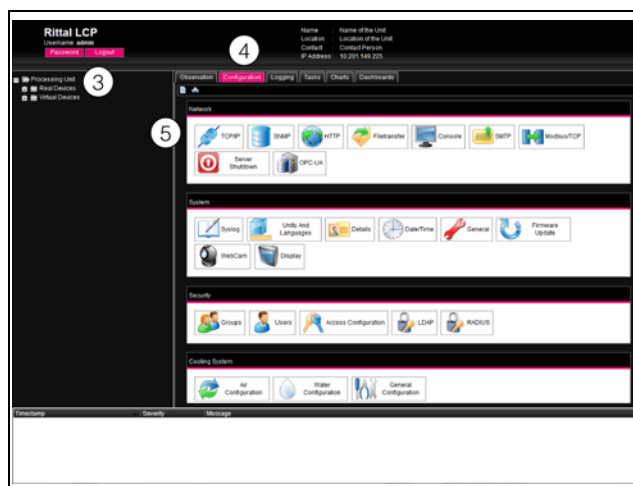

Рис. 55: Настройка подключения TCP/IP
Откроется главная страница прибора (рис. 55).
- В левой части главной страницы (области навигации) нажмите на элемент **Processing Unit** (Рис. 55, поз. 3) и в правой части (области конфигурирования) на вкладке **Configuration** (Рис. 55, поз. 4).
- В группе элементов **Network** нажмите на элемент **TCP/IP** (рис. 55, поз. 5).